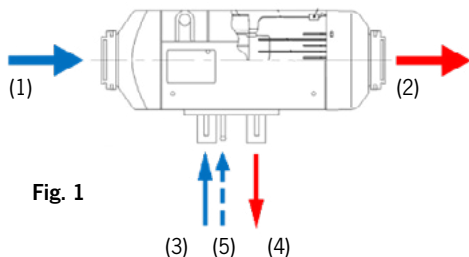
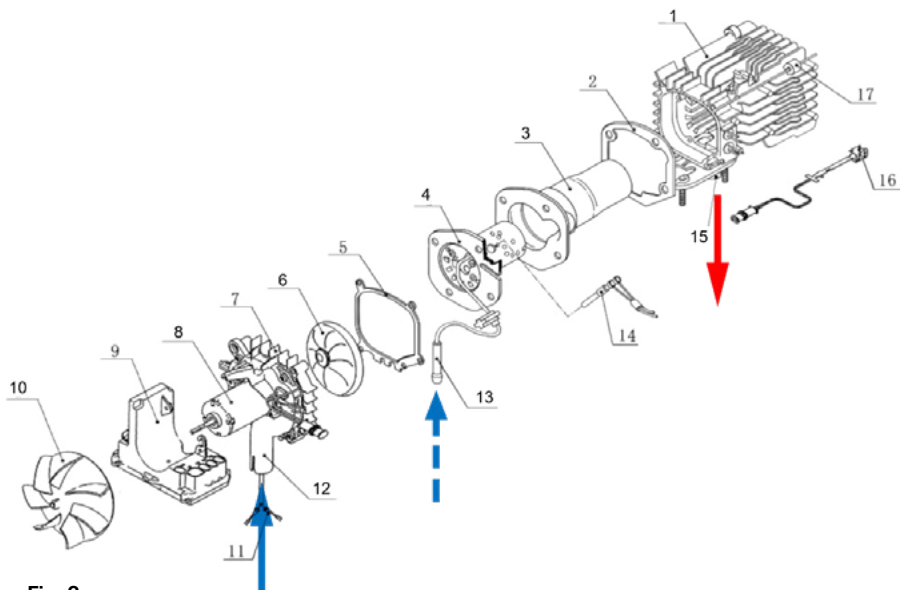

Fig. 1
Fig. 2
[página 12, fig. 2 (4)]
y una cámara de combustión [página 12, fig. 2 (3)]
[página 12, fig. 2 (1)].
[Fig. 1 (1)] [página 12, fig. 2 (10)]. Después de pasar el intercambiador de calor, se expulsa el aire calentado
[Fig. 1 (2)].
Para el proceso de combustión se requiere diésel como combustible y oxígeno. El combustible se conduce al quemador [fig. 1 (5)] [página 12, fig. 2 (13)] a través de una tobera de entrada, donde se enciende mediante una bujía de incandescencia después de la inyección [página 12, fig. 2 (14)]. La llama resultante entra en el espacio entre el quemador [página 12 fig. 2 (4)] y la pared de la cámara de combustión [página 12, fig. 2 (3)] en el extremo del quemador. El intercambiador de calor [página 12, fig. 2 (1)] se calienta a través de su contacto.
El oxígeno para la combustión se suministra a través de una conexión de aire de alimentación [fig. 1 (3)] [página 12, fig. 2 (12)]. El rodete interior [página 12, fig. 2 (6/8)] aspira el aire y lo introduce en el quemador. Después de la combustión, los gases de escape se descargan a través de la tobera de gases de escape [fig. 1 (4)] [página 12, fig. 2 (15)].
La unidad de control [página 12, fig. 2 (9)] se encuentra en la parte delantera del calefactor, detrás del rodete para el suministro de aire de calefacción. Su tarea principal consiste en recoger todos los datos del sistema (datos de: sensores de temperatura, datos de accionamiento, impulsos, números de revoluciones, tensiones, etc.). A partir de estos datos, el controlador regula el proceso de calefacción, la monitorización del sistema y la gestión de las averías del sistema.
El sensor de sobrecalentamiento [página 13, fig.3-(X3)] está situado en el extremo exterior trasero del intercambiador de calor [página 12, fig.2-(16)]. Si la temperatura del cuerpo de aluminio supera un límite definido en el sistema, la unidad de control desconecta la bomba de combustible y se detiene de inmediato el suministro de combustible. A continuación, se apaga el calefactor con el fin de protegerlo contra el sobrecalentamiento. El ventilador sigue funcionando hasta que la temperatura cae por debajo de la temperatura guardada en el sistema.